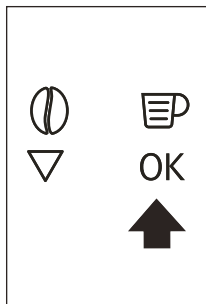

Fig. 10
tenere premuta per almeno 3 secondi l'icona OK (B 11) (Fig. 10) fino a quando appare il messaggio "ITALIANO INSTALLATO". Se si seleziona una lingua non desiderata, seguire le indicazioni descritte nel cap. "Impostazione della lingua". Se invece la vostra lingua non è disponibile, selezionatene una tra quelle presenti nel display. Nelle istruzioni viene presa come riferimento la lingua inglese.
- Premere l'icona OK (B9) (Fig. 10) e dopo pochi secondi, un po' di acqua fuoriesce dall'erogatore.